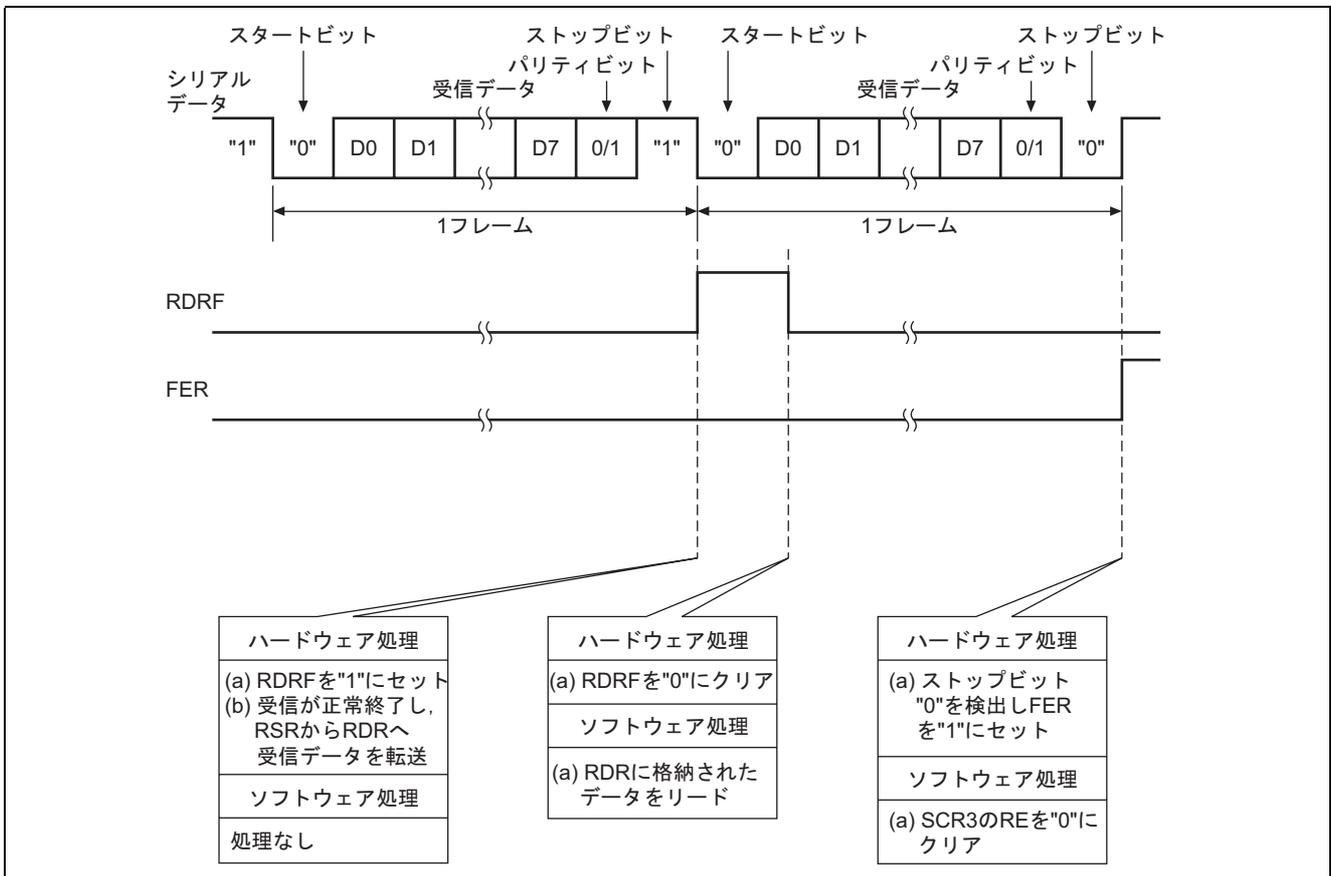

図 4 調歩同期式シリアルデータ受信の動作説明
(1) 図 4 に動作説明を示します。図 4 に示すようなハードウェア処理、およびソフトウェア処理により調歩同期式シリアルデータ受信を行ないます。